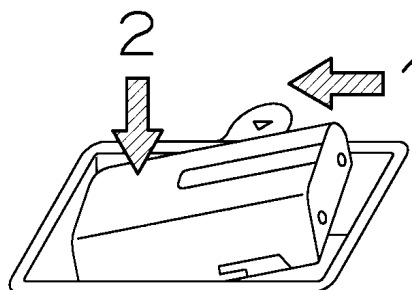

図3-3
b) バッテリーパックの取り外し（図3-3を参照してください）